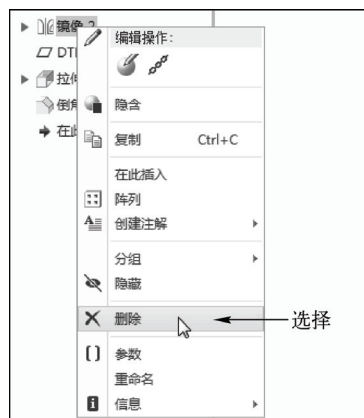

图 7-15 选择“删除”选项
STEP 02 在模型树中选择“镜像 2”选项，单击鼠标右键，在弹出的快捷菜单中选择“删除”选项，如图 7-15 所示。